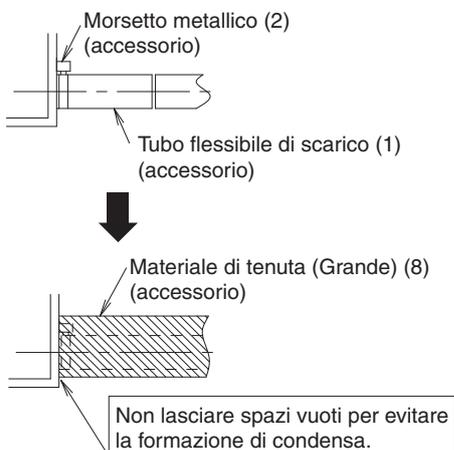
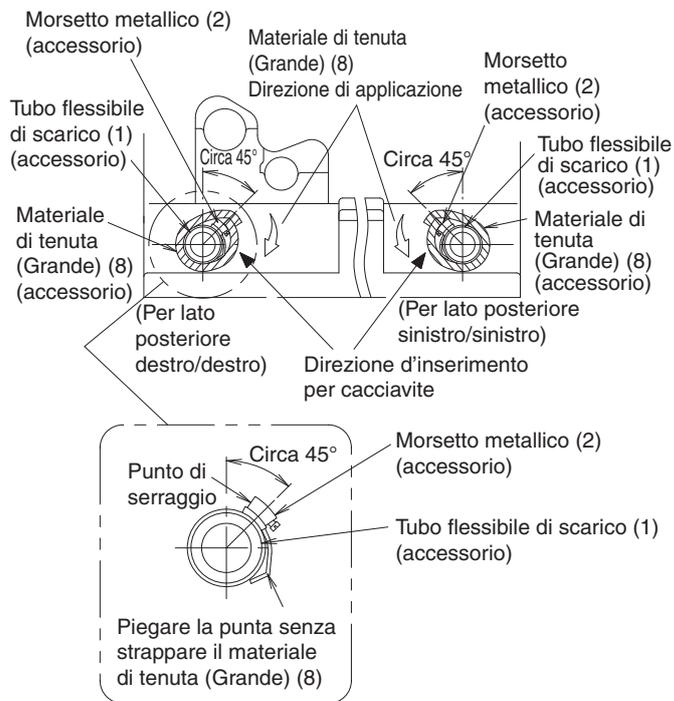

Fig. 25
Fig. 26
- Assicurarsi di utilizzare il tubo flessibile di scarico (1) e il morsetto metallico (2) forniti. Inoltre, inserire il tubo flessibile di scarico (1) all'inizio del bocchettone di scarico e stringere fermamente il morsetto metallico (2) all'inizio del bocchettone di scarico.
**(Fare riferimento alla Fig. 25 e alla Fig. 26)**
(Installare il morsetto metallico (2) in modo tale che il componente di serraggio si trovi in un'ampiezza di circa 45°, come illustrato in Fig. 26).
- Curvare l'estremità del morsetto metallico (2) in modo tale che il materiale di tenuta non si gonfi.
- Durante l'esecuzione delle operazioni di isolamento, avvolgere il materiale di tenuta (Grande) (8) fornito, iniziando dalla base del morsetto metallico (2) e dal tubo flessibile di scarico (1) nella direzione della freccia.